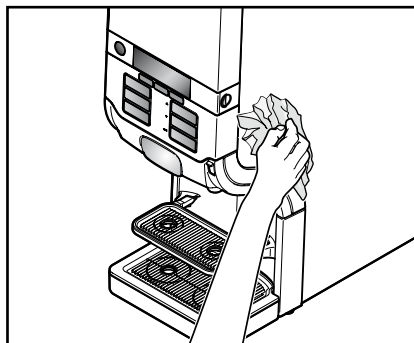

Fig. 50
6. Tør det udvendige af kaffemaskinen af med en fugtig og ren klud (fig. 50).